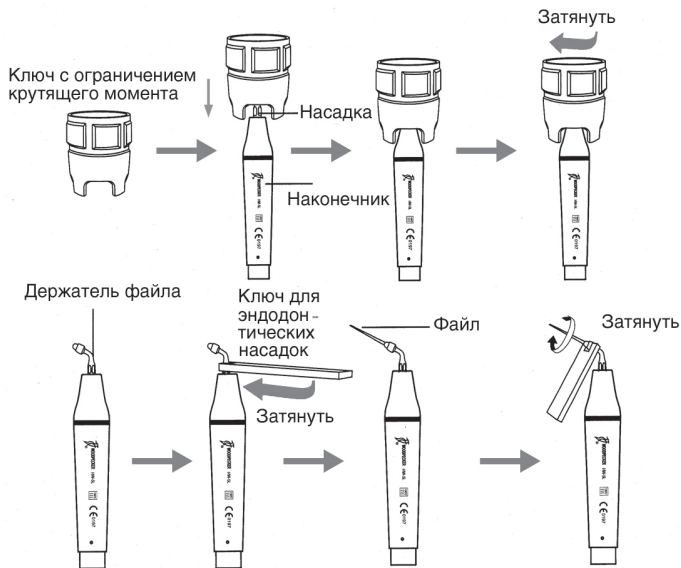

Рис. 6
- i) Выберите подходящий инструмент для удаления зубного камня, плотно затяните его в наконечнике при помощи ключа с ограничением крутящего момента (см. рис. 6).
#### 2.1.3. Описание ключа для установки насадок (см. рис. 6)
- (1) Наденьте ключ на насадку, как показано на рис. 6.
- (2) Удерживая наконечник, вращайте насадку ключом в направлении, показанном на рис. 6 (по часовой стрелке). Сделайте еще оборот после остановки насадки для правильной установки.
- (3) Снятие инструмента: держа наконечник, вращайте ключ против часовой стрелки.
- (4) Стерилизуйте инструменты после каждого пациента.
- (5) После стерилизации ключ с ограничением крутящего момента должен охлаждаться естественным образом, чтобы не получить ожог при следующем использовании.
- (6) Держите ключ для установки насадок в чистом, прохладном, сухом и проветриваемом месте.
- a) Установите держатель файла в наконечник при помощи ключа для эндодонтических насадок (см. рис. 6).